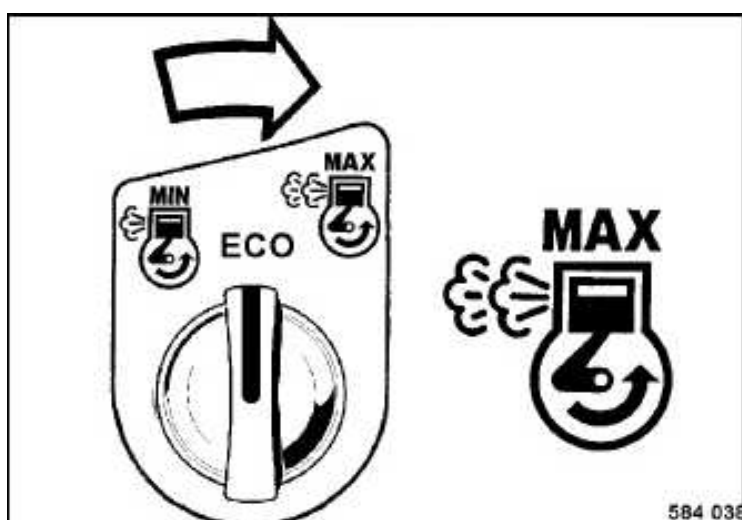

Fig. 79
- En la distancia de arranque hay que colocar el interruptor giratorio para el número de revoluciones del motor (Fig. 79) a „ECO“* ó „MAX“.